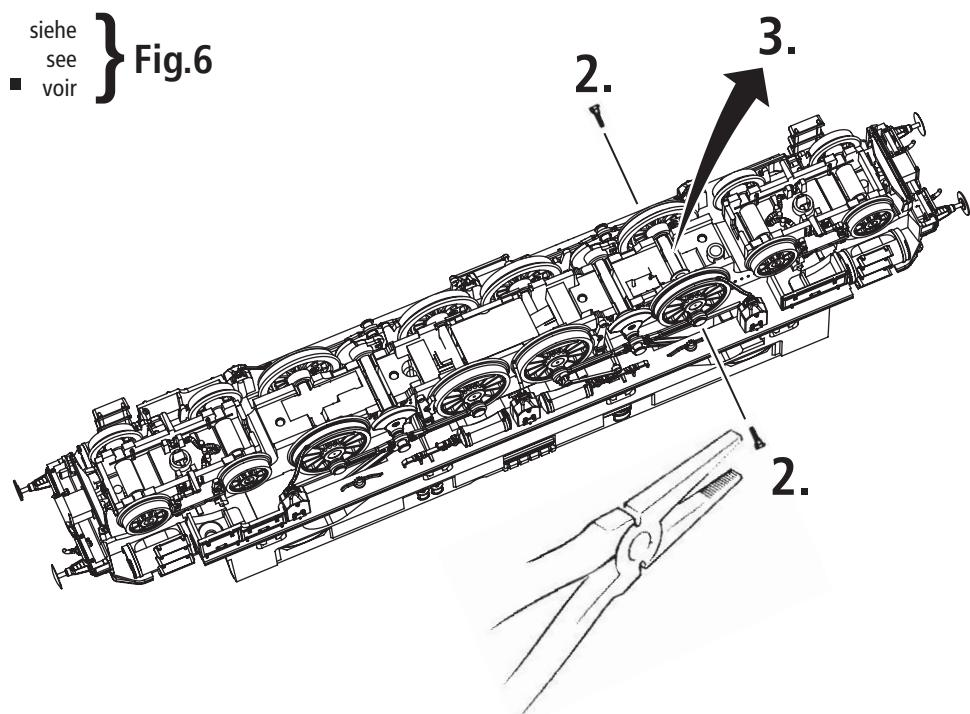
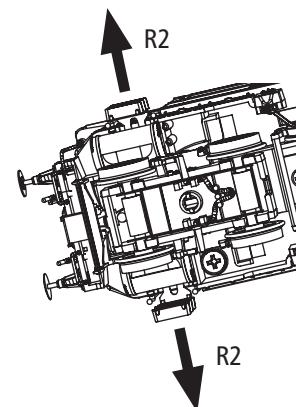

Fig. 8
Fig. 3
2. Schmierung: Versehen Sie die im Schmierplan in Fig. 8 gekennzeichneten Stellen mit nur **kleinen Öltropfen**. Dazu zuerst das Lokgehäuse abnehmen (Fig. 3). Wir empfehlen den **ROCO Öler Art.-Nr. 10906**. Fürs Schmieren der Getriebeteile (Zahnräder, Schnecke) empfehlen wir das **ROCO-Spezialfett Art.-Nr. 10905**. Im Falle der Schmierung diese Teile **nicht ölen**.
4. Kohlebürstenwechsel: Lokgehäuse abnehmen (Fig. 3). Danach wird der Motor ausgebaut und die Kohlebürsten ausgewechselt (Fig. 4).
2. Lubrication: Apply **tiny oil drops** to spots marked in fig. 8. Prior to lubrication dismantle locomotive (fig. 3). We recommend using item no. **10906, ROCO oiler**. For lubrication the gearparts (e.g. cogwheels, worm) we would recommend our ROCO **special grease** (item no. **10905**).
4. Carbon Brush Changing: First remove loco body (fig. 3), and then the motor (fig. 4).
2. Graissage: N'appliquez **qu'une tout petite goutte** aux endroits indiqués par le plan de graissage (fig. 8) après avoir démonté la caisse de la locomotive (fig. 3). Nous vous recommandons **le graisseur à huile ROCO réf. 10906**. Pour graisser les engrenages (roues dentées, vis sans fin) nous vous conseillons la **graisse spéciale ROCO réf. 10905** pour engrenages en matières synthétiques. Lorsque vous utilisez cette graisse il faut éviter d'huiler ces composants.
4. Remplacement des balais du moteur: Démontez la caisse (voir fig. 3). Démontez ensuite le moteur et échangez le balais (fig. 4).
voir } Fig.3